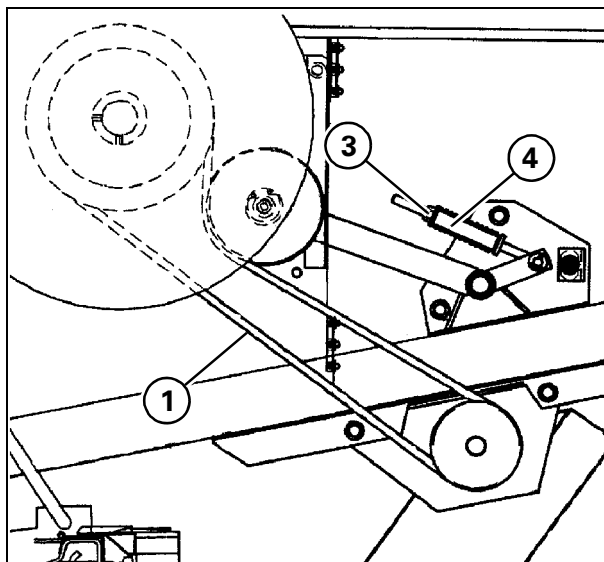
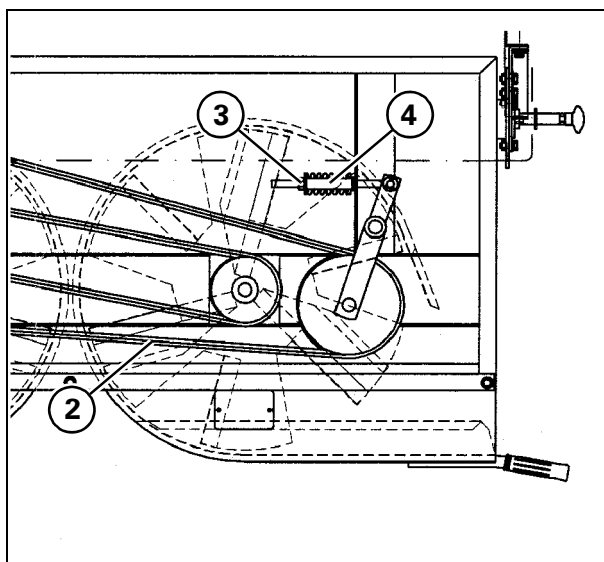

Рис. 10
Рис. 11
7.) Приводной ремень разбрасывателя соломенной сечки (если установлен) - Рис. 10 и Рис. 11